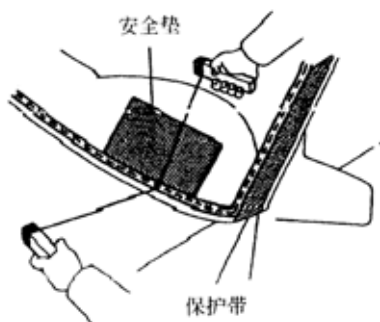

图 9-228
- (1)从内侧由车身和玻璃间穿过钢线。
- (2)线两端捆住木块或相似物体。注意：在外表面贴上保护膜以免划伤，如图 9-228 所示。